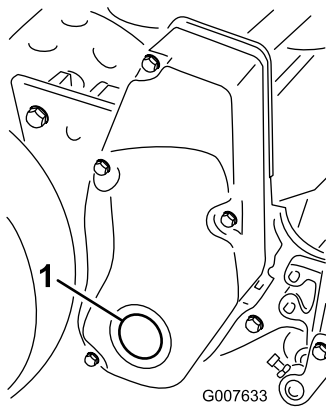

Figure 63
1. Enlevez le bouchon du couvercle d'entraînement droit (Figure 63).